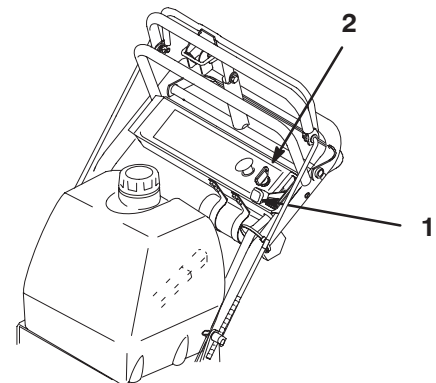

Figure 18
1. Placez la manette d'accélérateur en position de ralenti (Fig. 18).
3. Tournez la clé de contact à la position **contact coupé** (Fig. 18).